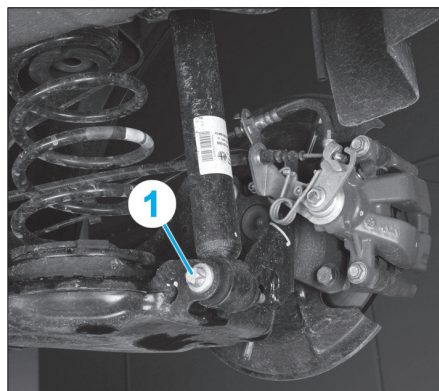

Fig. 16
- Déposer la fixation inférieure (1) de l'amortisseur (Fig.16).